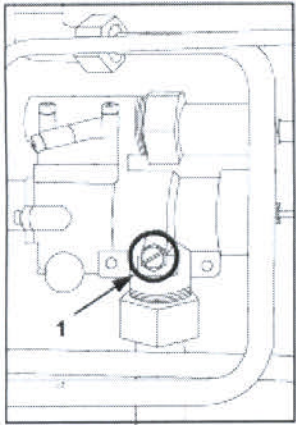

Рис.7 (Контроль давления подачи газа)
- 1) Откройте и снимите правую стенку оборудования(DX)(Рис.7);
8) Установите на место правую панель (DX) печи.